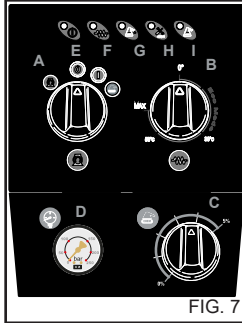

FIG. 7
- 2) Включите мойку высокого давления, поверните главный выключатель в положение поз. «Моющее средство» (рис. 7А), откройте кран моющего средства и облейте моемую поверхность снизу вверх. Оставьте раствор на несколько минут.